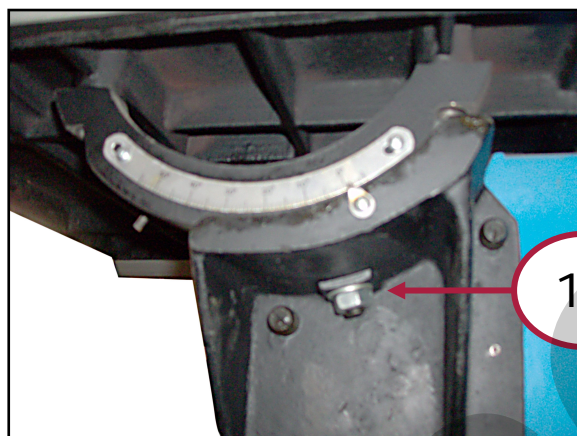

Figura 13 – Dado di bloccaggio inclinazione tavola.
Nella parte inferiore della macchina, sotto alla tavola di lavoro dal lato destro, è presente il dado di bloccaggio della tavola di lavoro (Figura 13).
- A questo proposito, controllare l'inclinazione della tavola di lavoro sulla scala graduata presente di fianco alla tavola stessa (Figura 13).